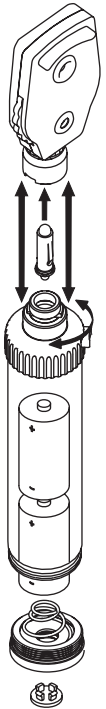

Fig. 2
Periódicamente, compruebe el estado de las pilas, asegurándose de que no presentan signos de corrosión ni oxidación. En caso de que tengan que sustituirse, se recomienda el uso de pilas alcalinas nuevas. Para la sustitución de las pilas, véase fig. 2.
Extraiga la cabeza del Oftalmoscopio tal como se recomienda en el procedimiento de funcionamiento (véase fig. 2).
- Una vez abierto, introduzca las pilas prestando atención a la dirección de los polos (véase fig. 2).